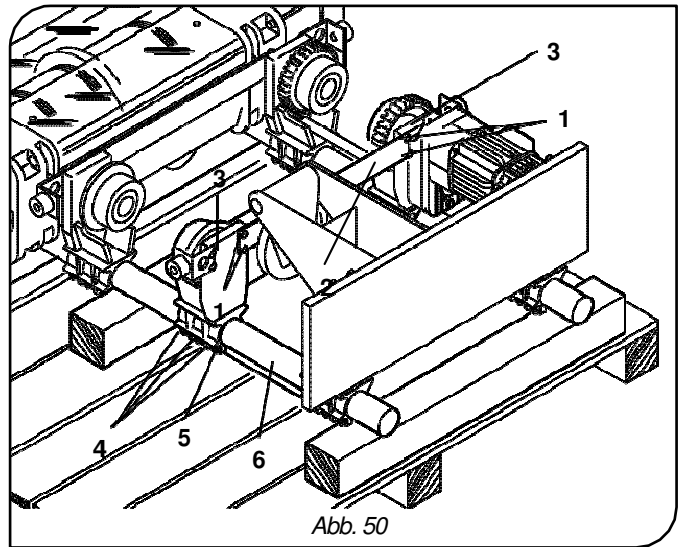

Abb. 50
6. Lockern Sie die Befestigungsschrauben -1- der Flachstangen -2- der Platten -3- auf der gegengewichtigen Seite -3-, ohne sie ganz zu lösen, damit diese nicht mehr fest miteinander verbunden sind (Abb. 36), und lockern Sie auch die selbstsichernden Muttern -4- der Bügel -5-, mit denen die Platten -3- auf der gegengewichtigen Seite an den Stangen -6- befestigt werden (Abb. 50).